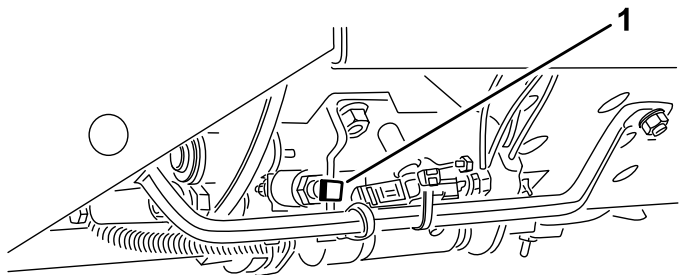

图 26
**重要事项** 剪草速度在出厂时设定为 9.7km/h。调节速度限位螺丝可以增加或降低剪草速度图 26。